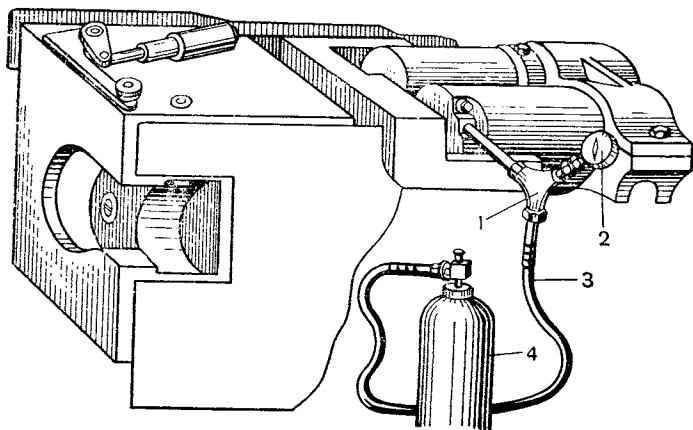

Рис. 67. Добавление воздуха в накатник:
7. Присоединить через штуцер (41—260) шланг к баллону с воздухом (штуцер 41—260 имеется в полковом ЗИП). Осторожно отвинтить кран баллона (рис. 67).
а) Свинтить с отростка тройника крышку 3 и присоединить к тройнику шланг 3 (рис. 67) от баллона с воздухом. Конец шланга к баллону присоединяется через штуцер 41—260 (имеется в полковом ЗИП).